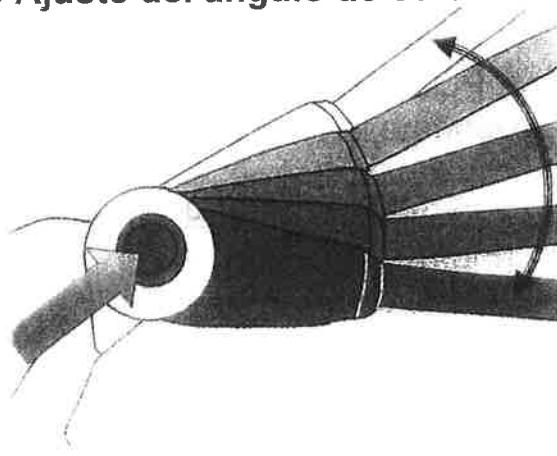

Fig.7
### 8.2 Ajuste de la longitud telescópica (Fig.7)
- 1. Retirar el enchufe de la red eléctrica, Pulse el mando giratorio (7) en la carcasa del motor, y luego gire la vivienda a la posición del borde. (Fig. 7)